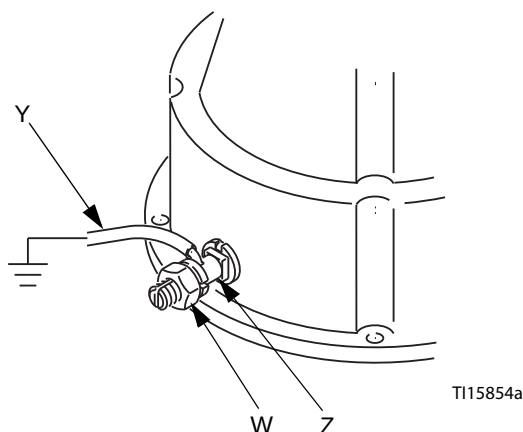

Рис. 1 Провод заземления
Насос: Используйте зажим и провод заземления. См. Рис. 1. Ослабьте контргайку (W) наконечника провода заземления (Z). Вставьте один конец провода (Y) в наконечник и надежно затяните контргайку. Соедините зажим заземления с точкой истинного заземления. Номер детали для заказа: 237569 - Зажим и провод заземления.